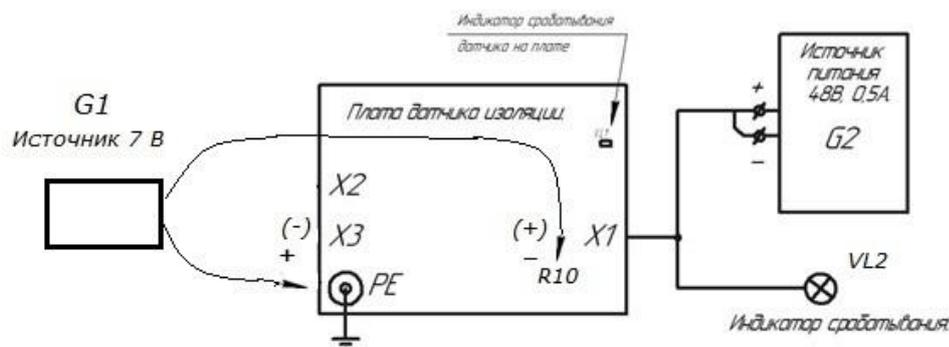

Рисунок 2 – Схема проверки функционирования
8.1 Для проверки функционирования плату сопротивления изоляции ШБНИ.468213.072 или ШБНИ.468213.022 подключают с помощью жгута к соединителю $X1$, соединяя плату с источником питания $G2$ и индикатором срабатывания $VL1$ (рисунок 2).